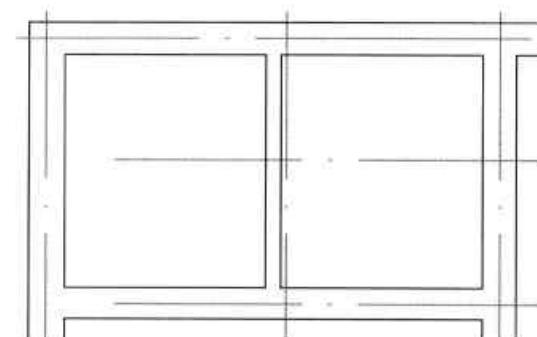

图16-56 完成等分墙的绘制
**Step 04** 选择后即完成了等分墙体的绘制操作，如图 16-56 所示。